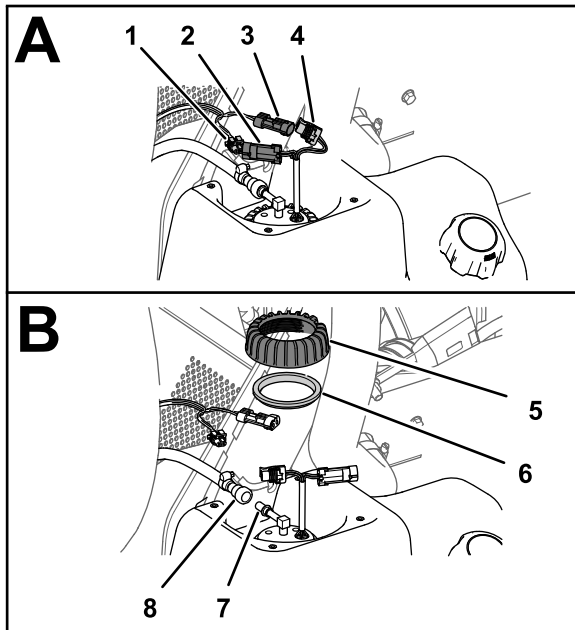

Figura 83
- Desconecte el conector hembra de 2 vías del arnés de cables de la máquina del conector de 2 pines de la bomba de combustible/sensor; desconecte el conector de 2 pines del arnés de cables de la máquina del conector hembra de 2 vías de la bomba de combustible/sensor (Figura 83).
- Aleje el anillo de bloqueo del acoplamiento de la manguera de combustible del conector de la bomba de combustible/sensor y retire el acoplamiento y la manguera del conector (Figura 83).
- Gire la tuerca de la bomba de combustible/sensor en sentido antihorario y retire la contratuerca y la junta (Figura 83).